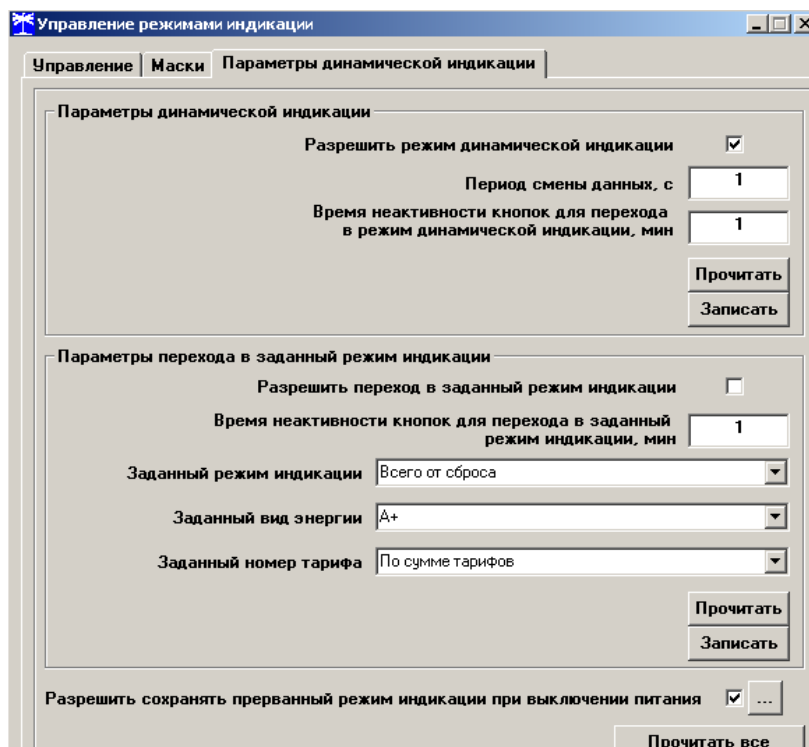

Рисунок 29 – Вкладка «Параметры динамической индикации»
17.3.4.3 Динамическая индикация запрещена при выходе счетчика с завода-изготовителя. Для разрешения динамической индикации нужно установить и записать следующие параметры в группе элементов «Параметры динамической индикации» (рисунок 29):
17.3.7 Этот режим запрещен при выходе счетчика с завода-изготовителя. Для разрешения режима нужно установить и записать следующие параметры в группе элементов «Параметры перехода в заданный режим индикации» (рисунок 29):